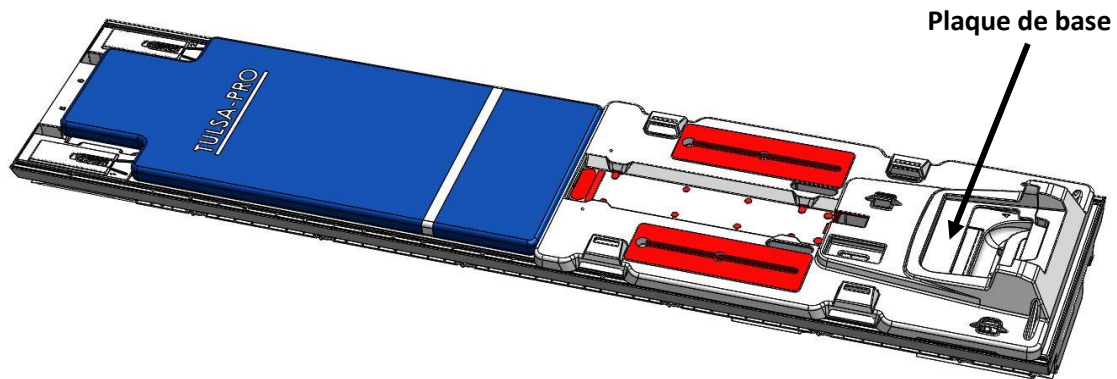

Figure 4 : Placement de la plaque de base et du coussin sur la table IRM
- Couvrir la plaque de base et l'appui-tête avec des draps et placer un champ absorbant à l'extrémité la plus proche de la plaque de base (Figure 4).